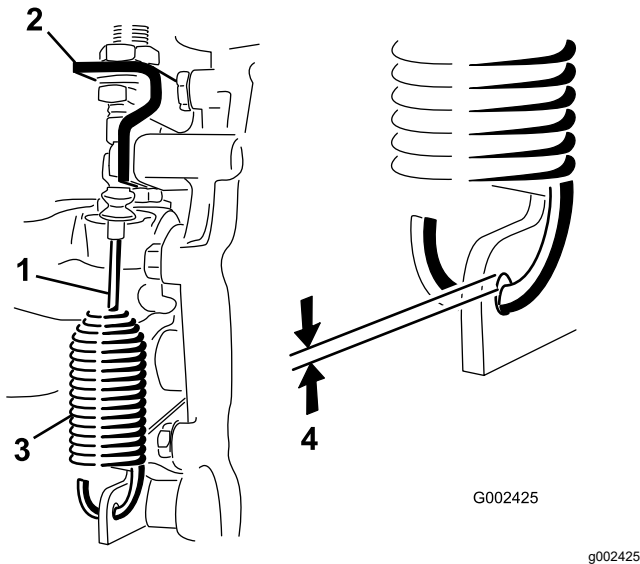

Figure 44
2. Desserrez les écrous de blocage qui fixent le câble de blocage au support sur la boîte-pont (Figure 44).